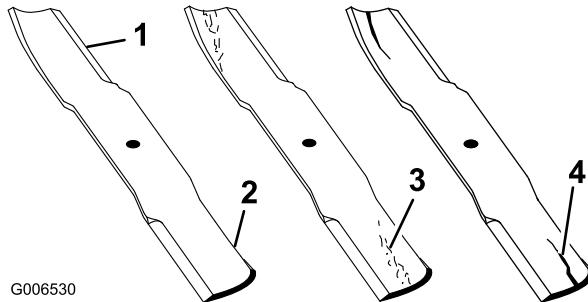

Bild 22
2. Prüfen Sie die Schnittkanten des Messers sorgfältig, insbesondere dort, wo die geraden Flächen die gebogenen berühren (Bild 22). Da Sand und anderes reibendes Material das Metall abschleifen kann, das die flachen mit den gebogenen Teilen verbindet, müssen Sie das Messer vor jedem Einsatz der Maschine prüfen. Tauschen Sie das Messer aus, wenn Sie eine Abnutzung feststellen (Bild 22); siehe „Entfernen des Schnittmessers“.
Wenn sich das Messer abwetzen kann, bildet sich ein Schlitz zwischen dem Windflügel und dem flachen Teil des Messers (Bild 22). Zuletzt kann sich ein Stück des Messers lösen und aus dem Gehäuse herausgeschleudert werden. Das kann zu schweren Verletzungen bei Ihnen selbst und Unbeteiligten führen.